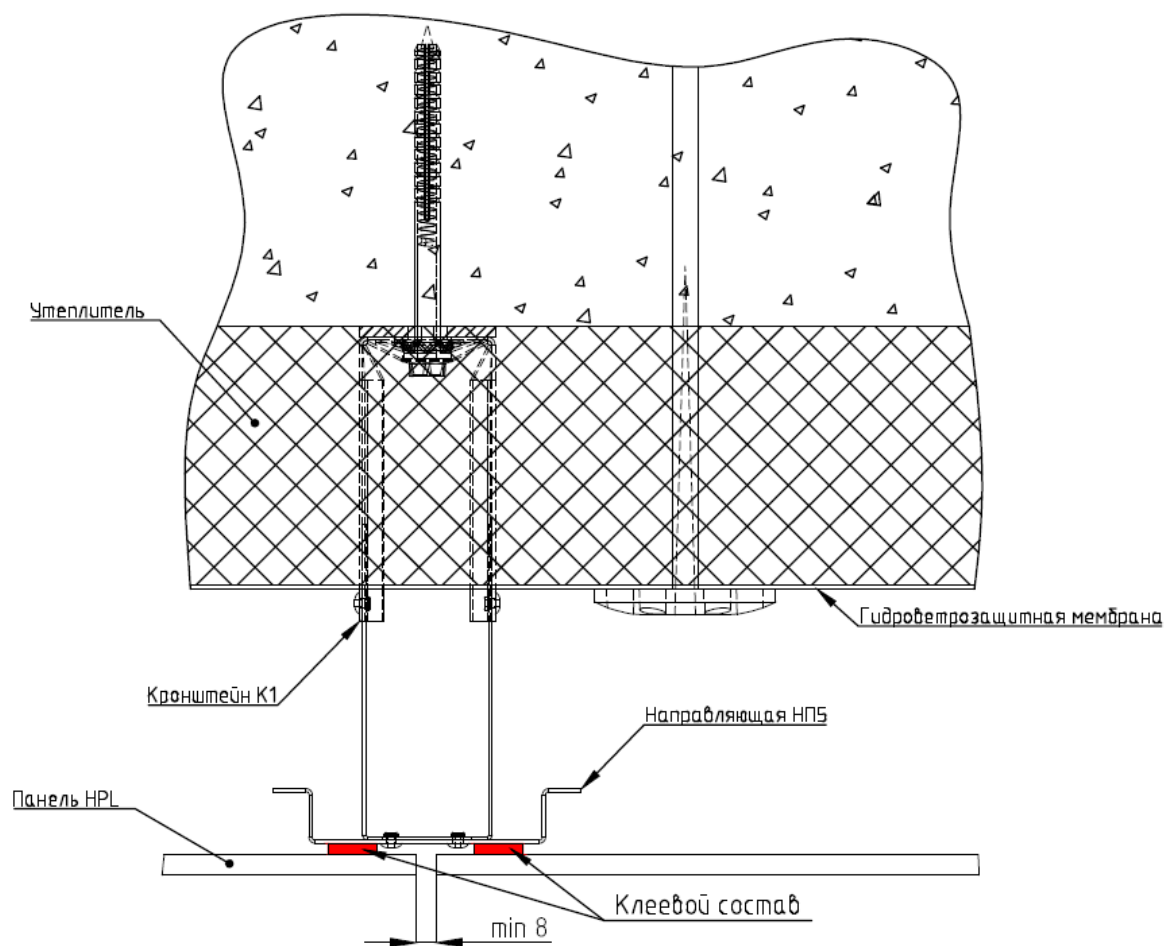

Рис. 11
- Панели устанавливаются при помощи скрытого клееного крепежа. (см. рис. 11)